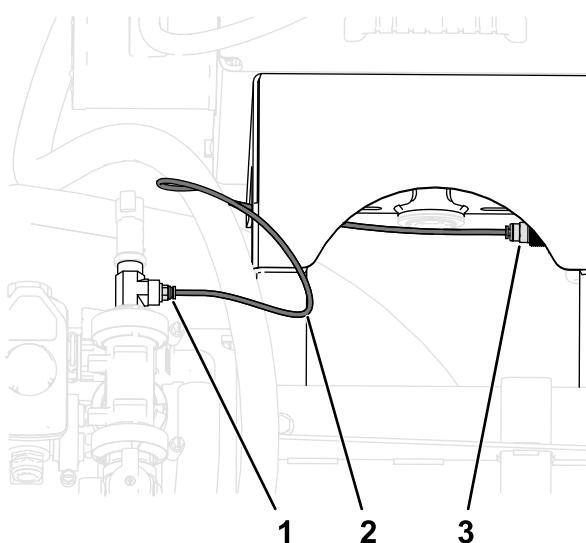

図 49
3. 圧力トランスデューサチューブを圧力計のカップリングに接続する図 49。